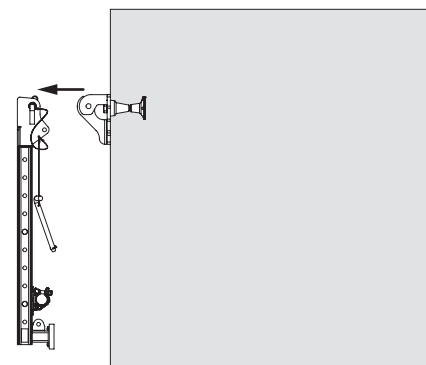

Fig. C3.07
- Smontaggio e rimozione dell'unità mensola. (Fig. C3.07)